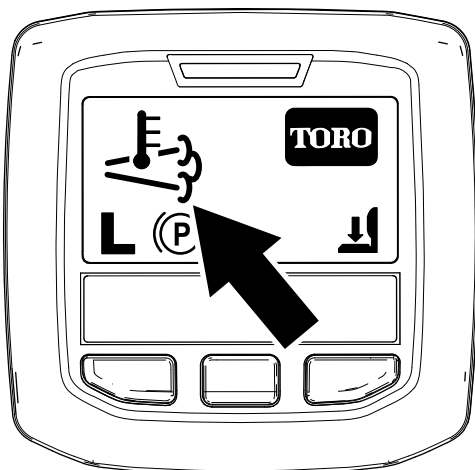

Figura 29
- L'icona della temperatura di scarico elevata viene visualizzata nell'InfoCenter (Figura 29).